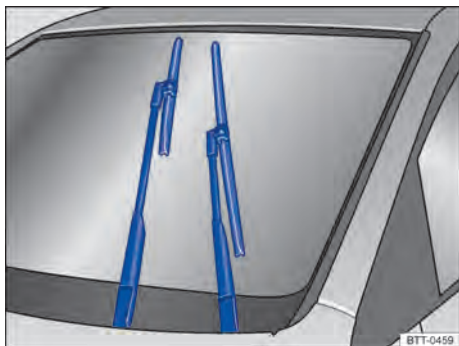

Fig. 137 Limpadores do para-brisa na posição de serviço.
Na posição de serviço, os braços dos limpadores do para-brisa podem ser erguidos do para-brisa. Para colocar os limpadores do para-brisa na posição de serviço → **Fig. 137**, proceder conforme segue:
– Antes de suspender os braços dos limpadores do para-brisa, colocá-los na posição de serviço → **Fig. 137**.